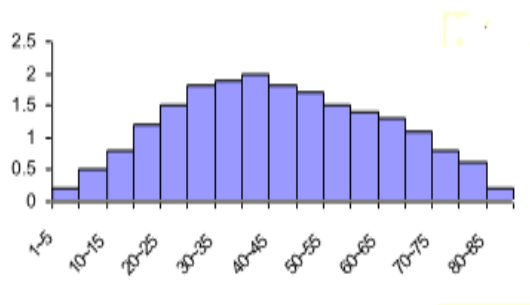

图 3-26 低峰型
(4) 低峰型：可能由于过程中某种倾向性因素缓慢作用所致，如下图 3-26 所示。